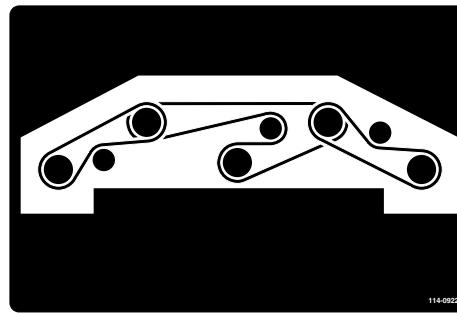

Bild 83
6. Verlegen Sie den neuen Riemenscheibe um die Spindelscheiben und die Spannscheibe, siehe Bild 83.